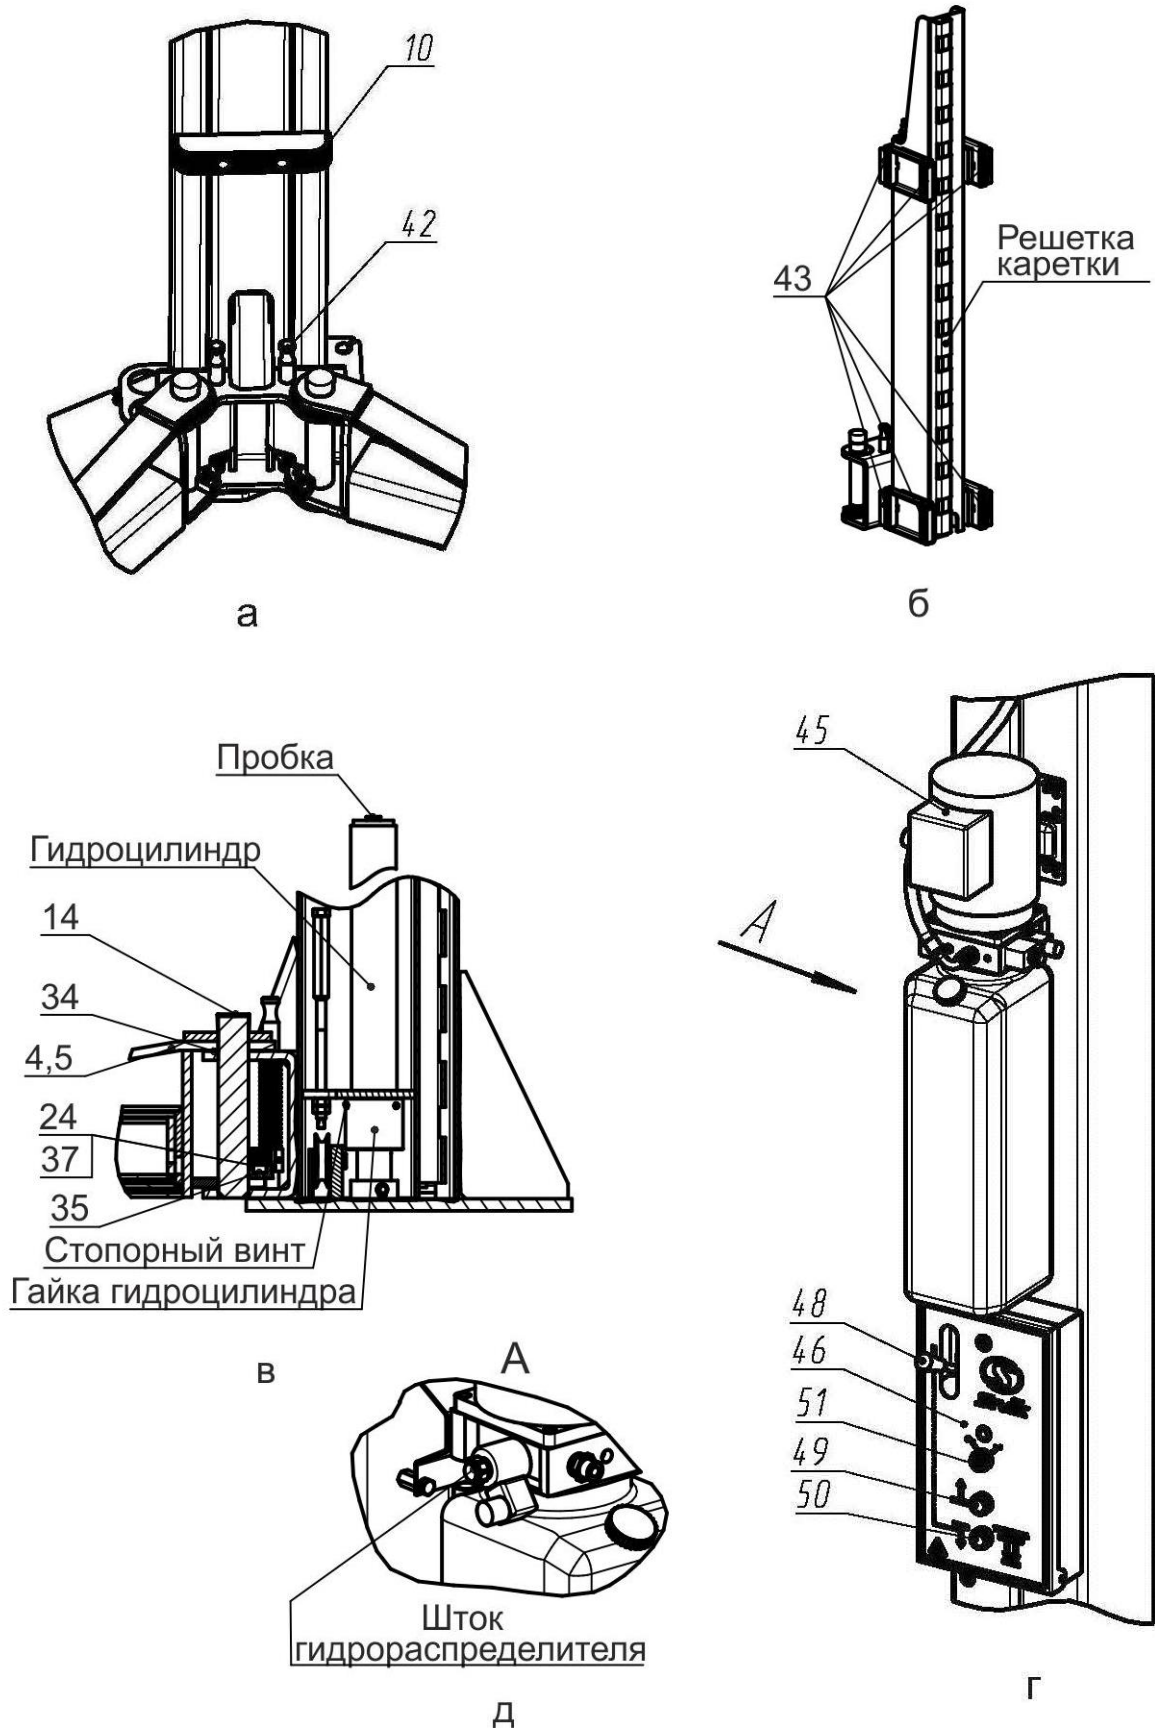
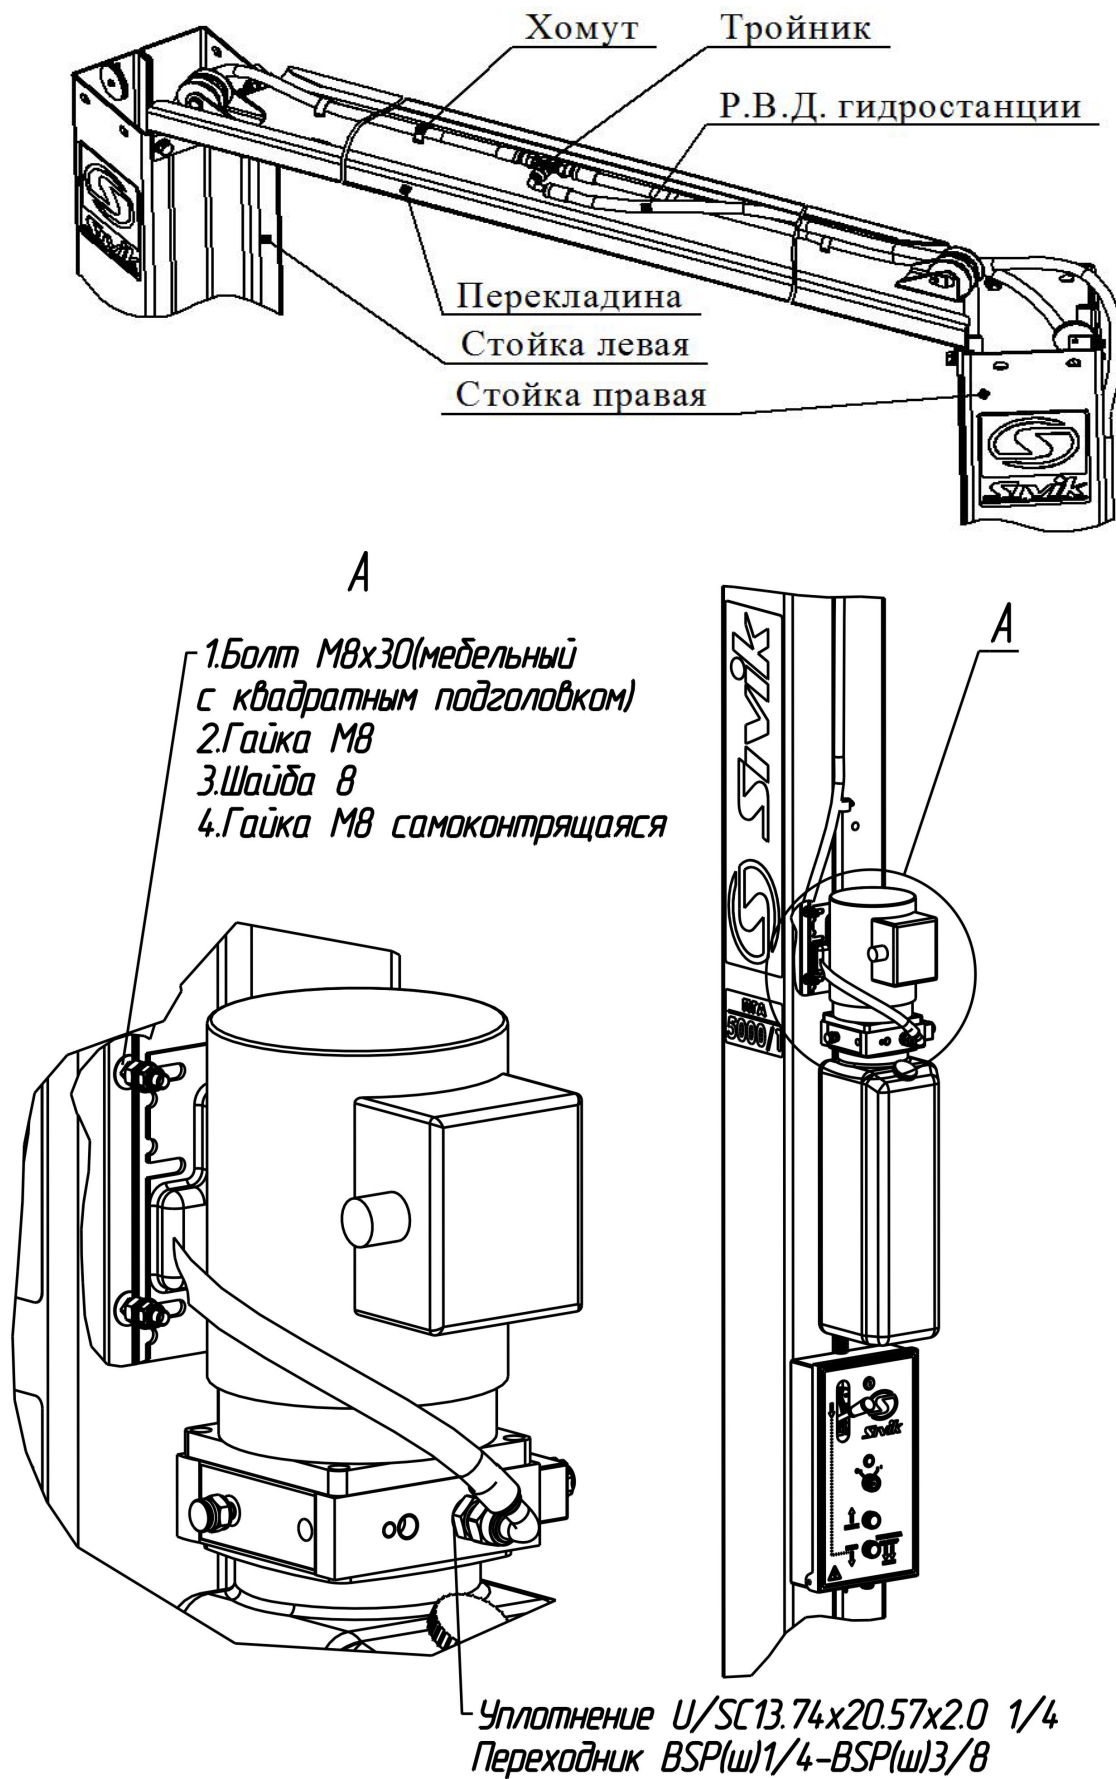

Рисунок 4.1 – Виды подъемника
Рисунок 6.4 – Соединение рукава высокого давления и монтаж гидростанции
Подъемник (рисунок 3.1) состоит из двух стоек коробчатого сечения -правой 1 и левой 2, соединенных между собой перекладиной 3. В стойках размещены каретки 63 с закрепленными на них поворотными телескопическими подхватами 4 и 5 разной длины. На концах подхватов 4, 5 установлены опоры 7, подставки опоры 8, 9. Подхваты фиксируются стопорными устройствами 42 (рисунок 4.1 а), автоматически срабатывающими при подъеме автомобиля. При опускании кареток 63 в крайнее нижнее положение происходит автоматическое расстопорение подхватов 4 и 5. Каретки 63 приводятся в движение гидравлическими цилиндрами, установленными внутри стоек. Подъемник снабжен системой 62 тросовой синхронизации движения кареток 63.
Каждая каретка 63 (рисунок 4.1 б) снабжена полиамидными ползунами 43, скользящими по беговым дорожкам стоек 1 и 2. Каретки фиксируются на требуемой высоте стопорами-защелками 44 (рисунок 6.4), закрепленными на стойках 1,2 и входящими в зацепление с решетками на каретках 63.
На правой стойке (рисунок 4.1 г) размещена насосная станция 45 с пультом управления 46. Внутри насосной станции 45 находится клапан предохранительный, предотвращающий перегрузку в гидросистеме. Клапан предохранительный настроен на заданное давление и опломбирован.
Для предотвращения повреждения дверей автомобиля (при открывании) на каретки 63 установлены накладки 10, фиксируемые винтами М8х30, шайбами 8Г и шайбами 8 (рисунок 3.1 и рисунок 4.1 а).
Управление подъемником осуществляется рычагом 48 (рисунок 4.1 г) и двумя кнопками 49 и 50, установленными в пульте управления 46. Рычагом 48 осуществляется расстопорение кареток 63, а кнопками 49 и 50, подъем (кнопка 49) и опускание (кнопка 50) кареток 63.
ВНИМАНИЕ! Перед сборкой проверить затяжку гаек гидроцилиндров и стопорных винтов (рисунок 4.1в).
6.5 Рукава высокого давления (Р.В.Д.) соединить между собой при помощи тройника, как представлено на рисунке 6.4. При затяжки гаек не допускается скручивание рукавов. Тройник должен располагаться горизонтально так, чтобы Р.В.Д. не касались тросов системы синхронизации. Рукава высокого давления зафиксировать на перекладине хомутами. Гидростанцию закрепить на правой стойке над пультом управления с помощью 4-х болтов М8(мебельные с квадратным подголовком), гаек М8, шайб 8 и гаек М8 самоконтрящихся (рисунок 6.4).
Для того чтобы проверить срабатывание упругой тяги 55, необходимо одному человеку прижать рукой защелку 44 к стойке 2, а другому повернуть рычаг 48 (рисунок 4.1 г) на себя. Упругая тяга 55 должна вытянуться на полный ход штока $\Phi 0$.
При повороте рычага 48 (рисунок 4.1 г) защелки на левой и правой стойки должны срабатывать одновременно. При отпуске рычага 48, защелки на левой и правой стойке должны вернуться в исходное положение. Регулировка проводится выборкой слабины тросика 52 и обжатием петли от вытягивания зажимом 13.
6.9 Открутить пробку бака насосной станции 45 и залить масло (около 12 л) до верхней метки «МАХ» (рисунок 4.1г). Уровень масла контролировать визуально. Установить пробку бака на место.
- кратковременным нажатием на кнопку 49 (двигатель должен работать, вращение крыльчатки по стрелке на кожухе эл. двигателя, а из бака должно убывать масло, рисунок 4.1г).
- отвернуть пробки у каждого гидроцилиндра на один оборот (рисунок 4.1в)